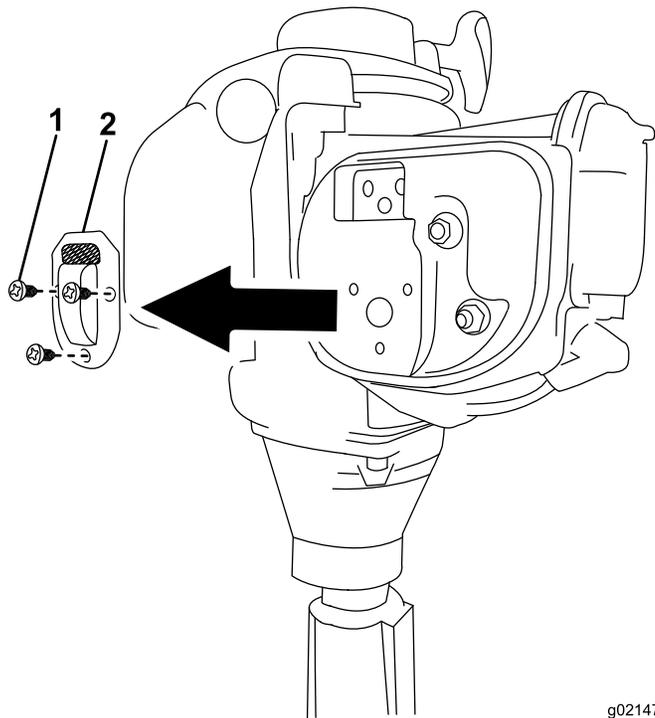

Figure 31
2. Déposez le pare-étincelles (Figure 31).